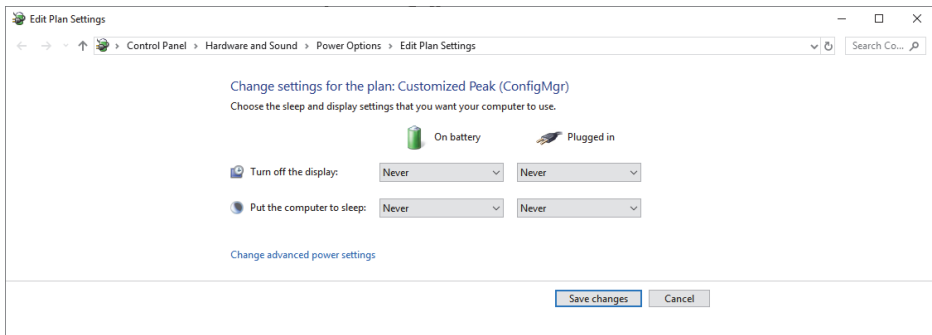

Abbildung 1-4 Dialogfeld Edit Plan Settings
- b) Im Dialogfeld **Edit Plan Settings** (Energiespareinstellungen) stellen Sie **Turn off the display** (Bildschirm ausschalten) und **Put the computer to sleep** (Energiesparmodus) auf **Never** (Niemals) [Abbildung 1-4 auf Seite 27].